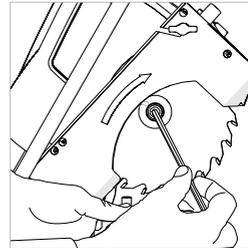

Fig. 29
- Use la llave hexagonal (suministrada) para desatornillar el tornillo del eje. **(Fig. 29)**